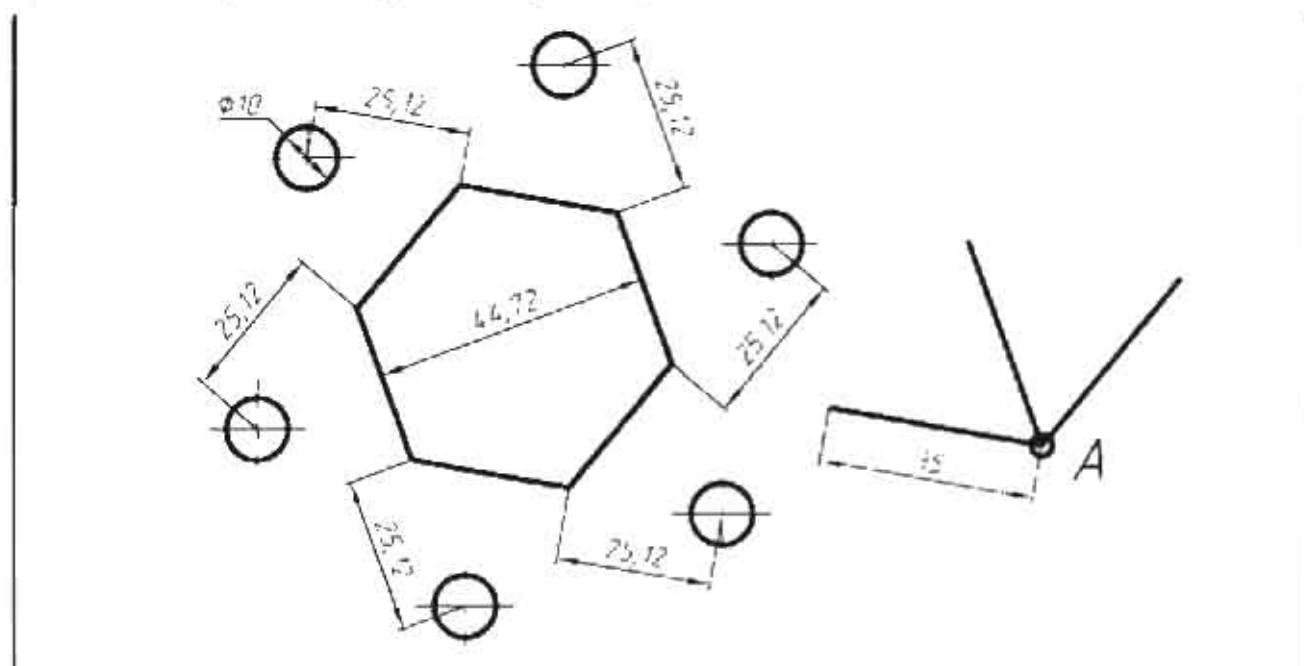
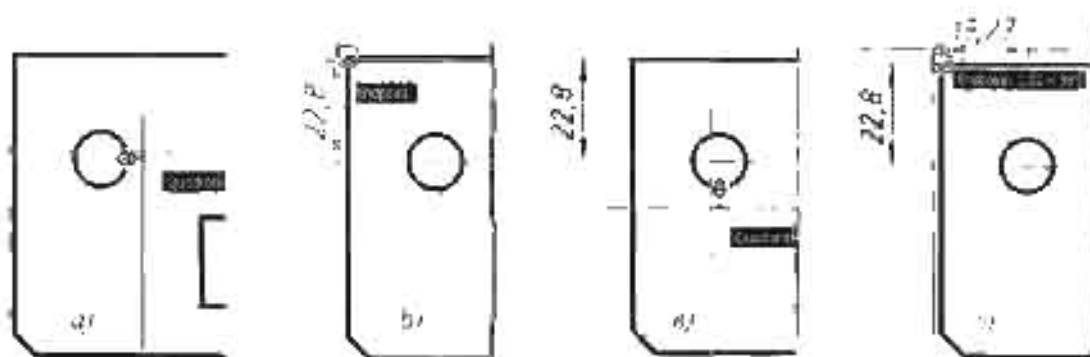
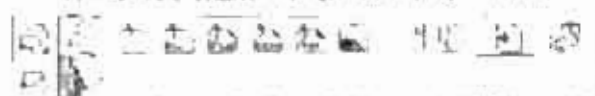

Рис. 10.4 Чертеж к четвертому заданию
Рис. 10.8. Указание начальных точек при простановке размеров на чертеже детали (как правило)
Рис. 10.15 Выбор меню **Insert block**
10.2.4. Начертить окружности в продолжении сторон шестиугольника. Центровые линии окружностей проставить центровыми маркерами. Из точки А провести отрезки прямых длиной 35 мм, параллельные сторонам шестиугольника (рис. 10.4).
Переключитесь в свой «шаблон» и сделайте текущим размерный стиль **ISOCPEDR**. Нужна постоянная привязка **Endpoint** и Snap to Quadrant (Квадрант), для простановки размера радиуса окружности. Режим объектного слежения **OBJECTSNAP** включен (**F11**). Щелкните по меню Linear Dimension (Линейный размер) простановьте размеры радиуса окружности и диаметра точек, указав начальные точки выносных линии, как показано на рис. 10.4. На рис. 10.8*а*, приведено указание первой точки размера 22,8. Указание второй точки размера 22,8 приведено на рис. 10.8*б*. Указание первой точки размера 9,27 приведено на рис. 10.8*в*. Указание второй точки размера 9,27 приведено на рис. 10.8*г*. Такая простановка размеров исключает необходимость измерения начальных точек при по-
1. В текстовом поле списка **Name** (Имя) введите имя создаваемого блока (например, «А»). В раскрывшемся списке можно выбрать переводимые символы блоков, определяемые в чертеже. Если вы создадите ряд чертежа (рис. 10.4) контуром файла чертежа (рис. 10.8), то в списке появятся блоки, созданные ранее (рис. 10.15) (рис. 10.14).
4. Очистите все созданные объекты (рис. 10.15). Нажмите кнопку **OK** для подтверждения создания блока «А».